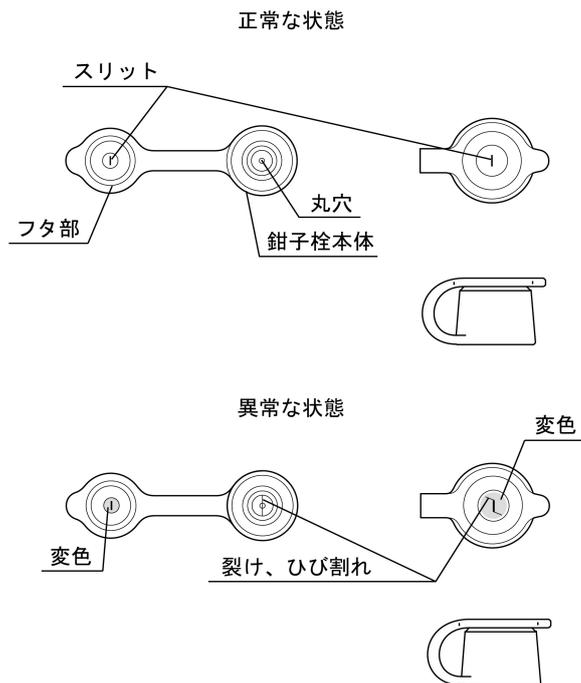

図 2
- 鉗子栓のフタ部のスリットまたは鉗子栓本体の丸穴に裂け、ひび割れ、変形、変色などの異常がないことを目視で確認すること。（図 2 参照）